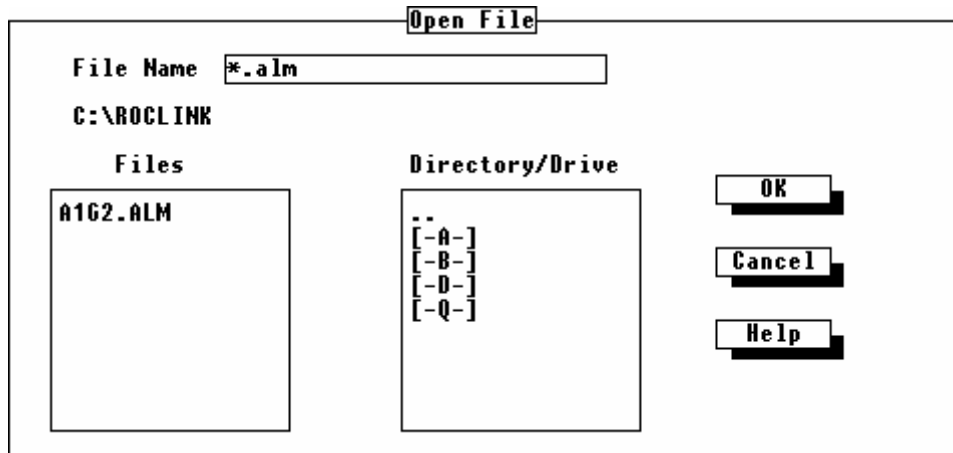

Figura 2-25. Caixa de Diálogo de Abertura do Arquivo
Depois de selecionar o tipo do arquivo a ser aberto, A caixa de diálogo do Arquivo Aberto é exibida para permitir você selecionar o arquivo. Refira-se à Figura 2-25.
1. Selecione **Disk Config. to ROC** da opção Download localizada no menu de Arquivo. A caixa de diálogo Open File aparece. Veja a Figura 2-25.